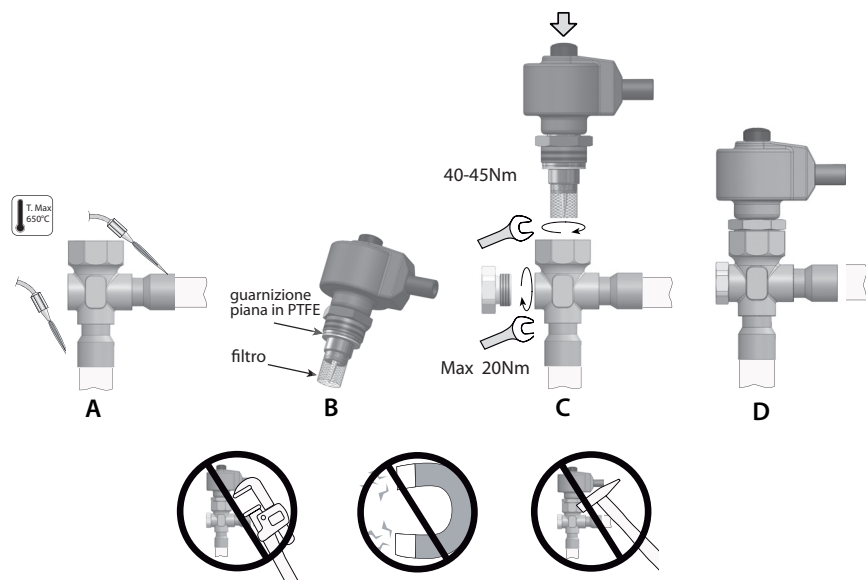

Fig.2
Seguire la successione indicata in Fig. 2 procedendo in questo modo:
2. Procedere alla saldatura orientando la fiamma verso l'estremità dei raccordi come da fig. 2 A (per una migliore brasatura senza alterare la tenuta della zona di saldatura tra corpo e raccordi utilizzare lega con temperatura di fusione inferiore a 650 °C o con tenore di argento superiore del 25 %).
4. Verificare che la guarnizione piana in PTFE sia presente e posizionata in sede (Fig.2-B).
5. Verificare che il filtro in rete metallica sia inserito sulla boccola di ottone (Fig.2-B). In caso contrario, posizionarlo come in figura e portarlo in battuta. **Attenzione!** Utilizzare il filtro solo in mono-direzionale con ingresso del fluido dal raccordo laterale. In caso di utilizzo della valvola in direzione contraria, prevedere apposito filtro nel circuito, togliendo quello fornito.
Serrare la cartuccia portando la ghiera in battuta sul corpo valvola con una coppia di serraggio suggerita di 40-45 Nm (Fig. 2 C). Per favorire un più rapido assemblaggio della valvola, si consiglia di non smontare il motore dalla cartuccia.
The Unipolar E²V-S valves must be joined to the circuit by braze welding the copper fittings to the condenser outlet (IN) and evaporator inlet (OUT) pipes. Proceed as indicated in Fig. 2:
2. Weld by aiming the flame at the ends of the fittings as shown in Fig. 2-A (for better braze welding without affecting the seal of the welded area between the body and the fittings, use alloys with a fusion temperature less than 650 °C or with a silver content above 25%);
4. Make sure that the PTFE flat gasket is present in its seat (Fig. 2-B).
5. Make sure that the metal mesh filter is inserted on the brass bushing (Fig. 2-B). Otherwise, position it as shown in the figure and make sure it's properly in place. **Warning!** Only use the one-way filter with fluid inlet from the connection side. If using the valve in the opposite direction, install a special filter in the circuit, removing the one supplied.
6. Tighten the steel cartridge in its threaded socket on the valve body using a 24 mm spanner. Tighten the cartridge on the valve body to a recommended tightening torque of 40-45 Nm (Fig. 2-D). For faster valve assembly, do not remove the motor from the cartridge. **Warning!** If the threaded rod comes completely out of the cartridge, proceed as follows: